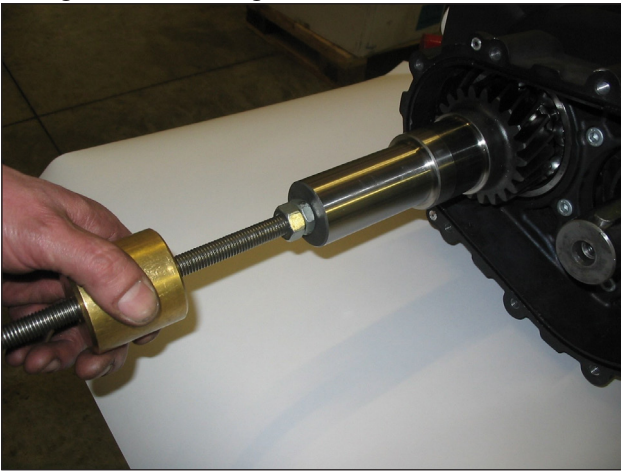

Fig. 20
- Remova o pinhão usando um extrator de mecanismo de percussão, para aplicar no furo M12 (Fig. 20).